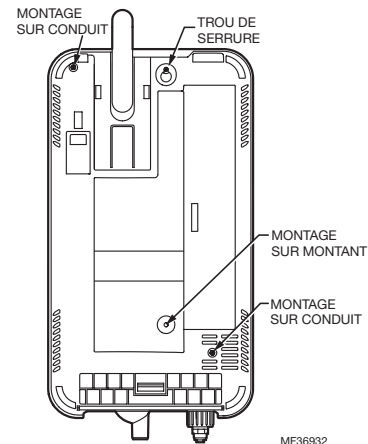

Fig. 4. Emplacements de montage (vue arrière).
1. Enlevez le couvercle de l'humidificateur et retirez le cylindre. Insérez la vis pour le trou de serrure (trou de vis supérieur) de l'humidificateur jusqu'à ce qu'une longueur de 1/4 po (6 mm) soit exposée. Accrochez l'humidificateur sur la vis par le trou de serrure (voir Fig. 4).
2. Après avoir vérifié que l'humidificateur est de niveau, vissez-le sur le montant à travers le trou de vis inférieur (voir Fig. 4).
2. Insérez la vis supérieure jusqu'à ce qu'une longueur de 1/4 po (6 mm) soit exposée. Accrochez l'humidificateur par l'intermédiaire de son trou de la serrure sur la tête de la vis (voir Fig. 4).
3. Après avoir vérifié que l'humidificateur est de niveau, fixez-le au conduit à l'aide de deux vis à travers les trous de vis appropriés (Fig. 4), et ensuite remplacez le couvercle.